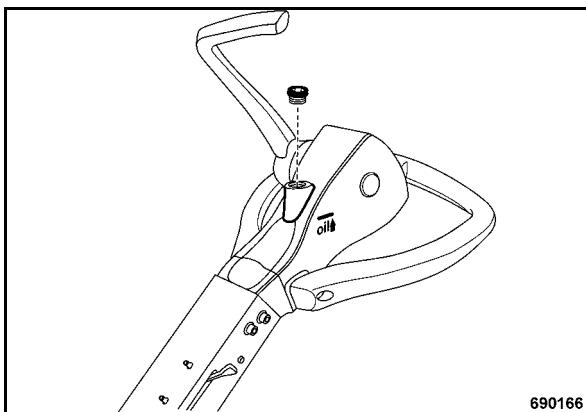

Fig. 60
- Con el dispositivo de ajuste de altura (Fig. 60) ajustar el timón de forma que la superficie está en horizontal con el tornillo de control.